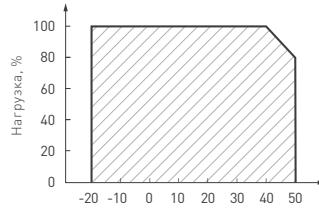

Рисунок 3. Максимальная допустимая нагрузка, % от мощности источника
4.3. Не нагружайте источник питания более 80% от его максимальной мощности. Учитывайте, что с повышением температуры окружающей среды максимальная мощность источника питания снижается, см. график зависимости на рисунок 3.